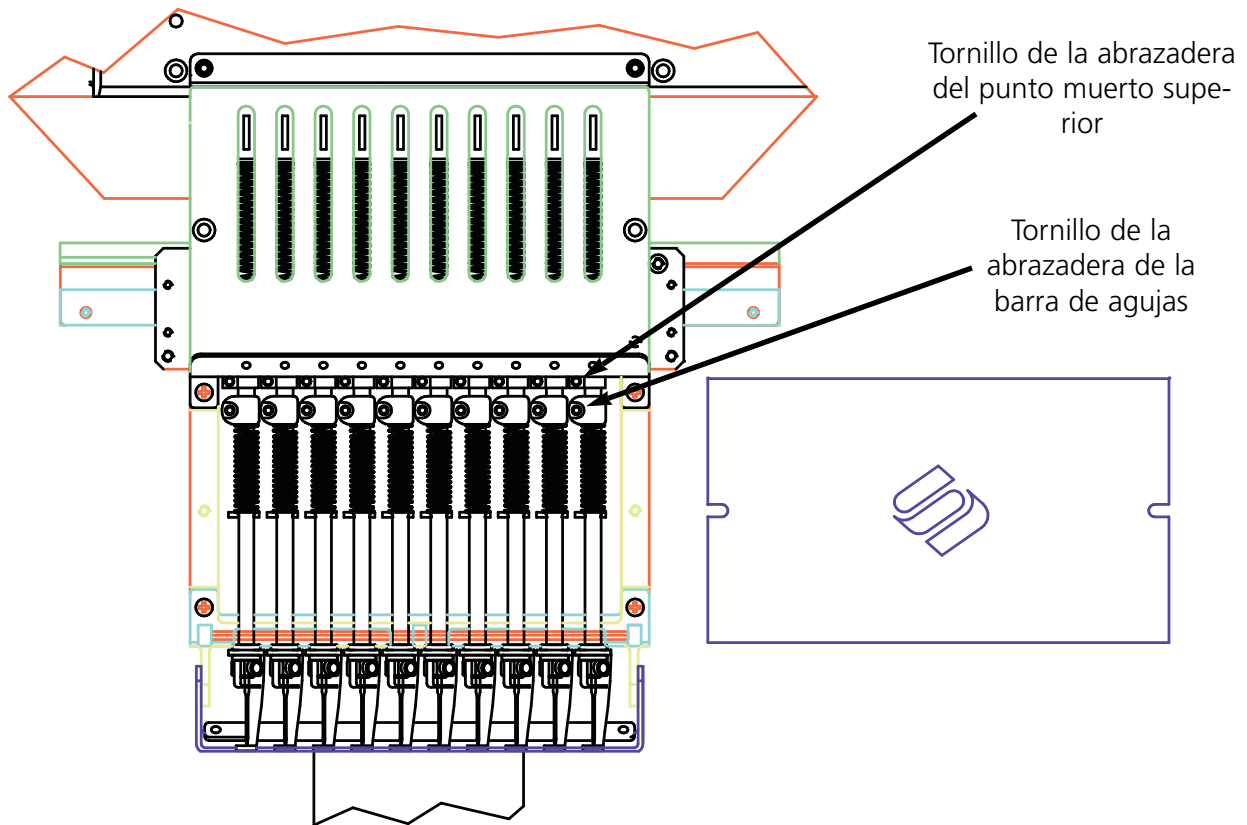

Figura 4-17
10. Afloje el tornillo de la abrazadera de la barra de agujas ilustrado en la figura 4-17.